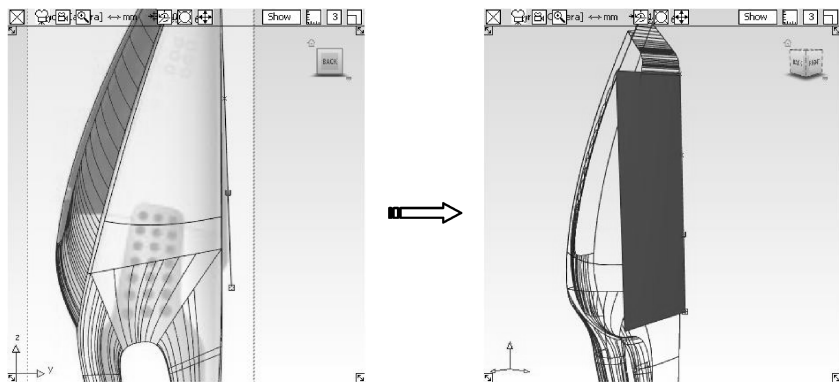

图 9-38 创建拉伸曲面
- 40 接下来创建吸尘器底部的凸起曲面。选择【New Edit Point curve】工具，在【Back】正交视窗中创建一条直线，选择【Multi-surface draft】工具，将这条曲线沿 X 轴拉伸一定的距离，如图 9-38 所示。